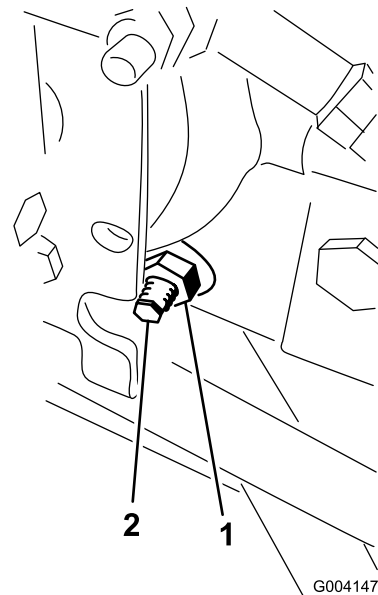

Figura 63
3. Dal lato destro dell'idrostatato, allentate il dado di bloccaggio sulla camma di regolazione della trazione (Figura 63).